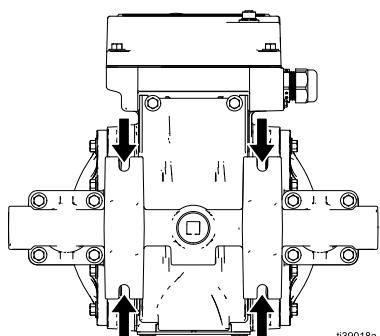

图 7：安装孔
3. 对于所有安装，确保将紧固件穿过底座安装孔，将泵紧固。参见图 7。参见尺寸，从第 54 页开始。
为避免泵的损坏，请用紧固件将泵安装在底脚的每个孔中。参见图 7。